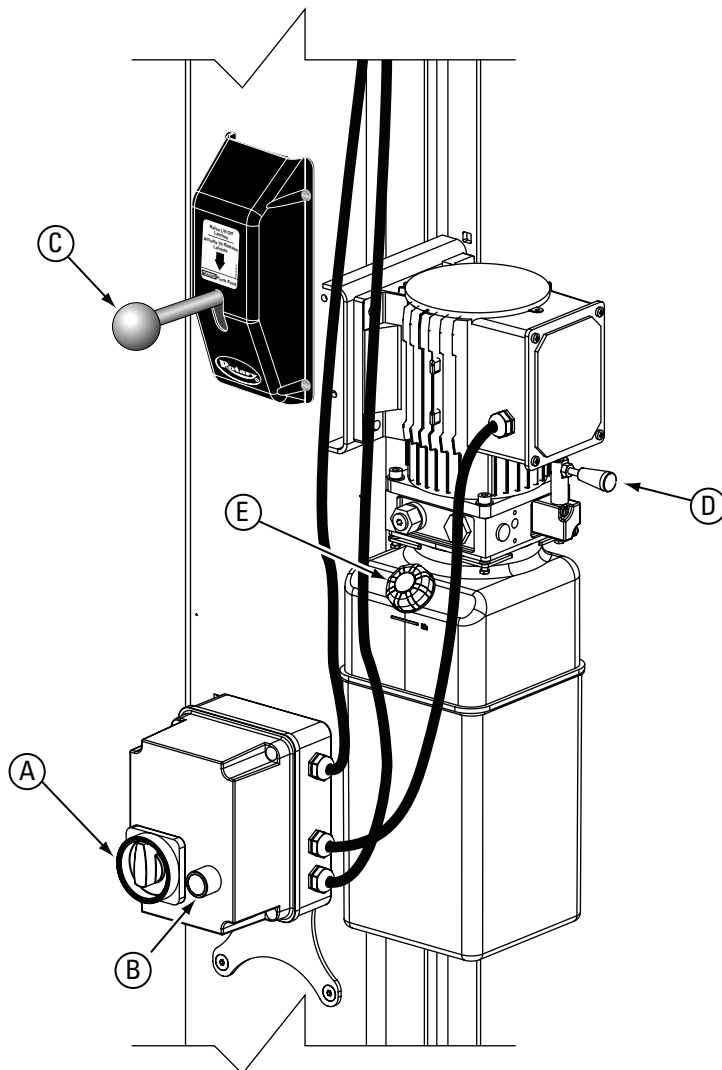
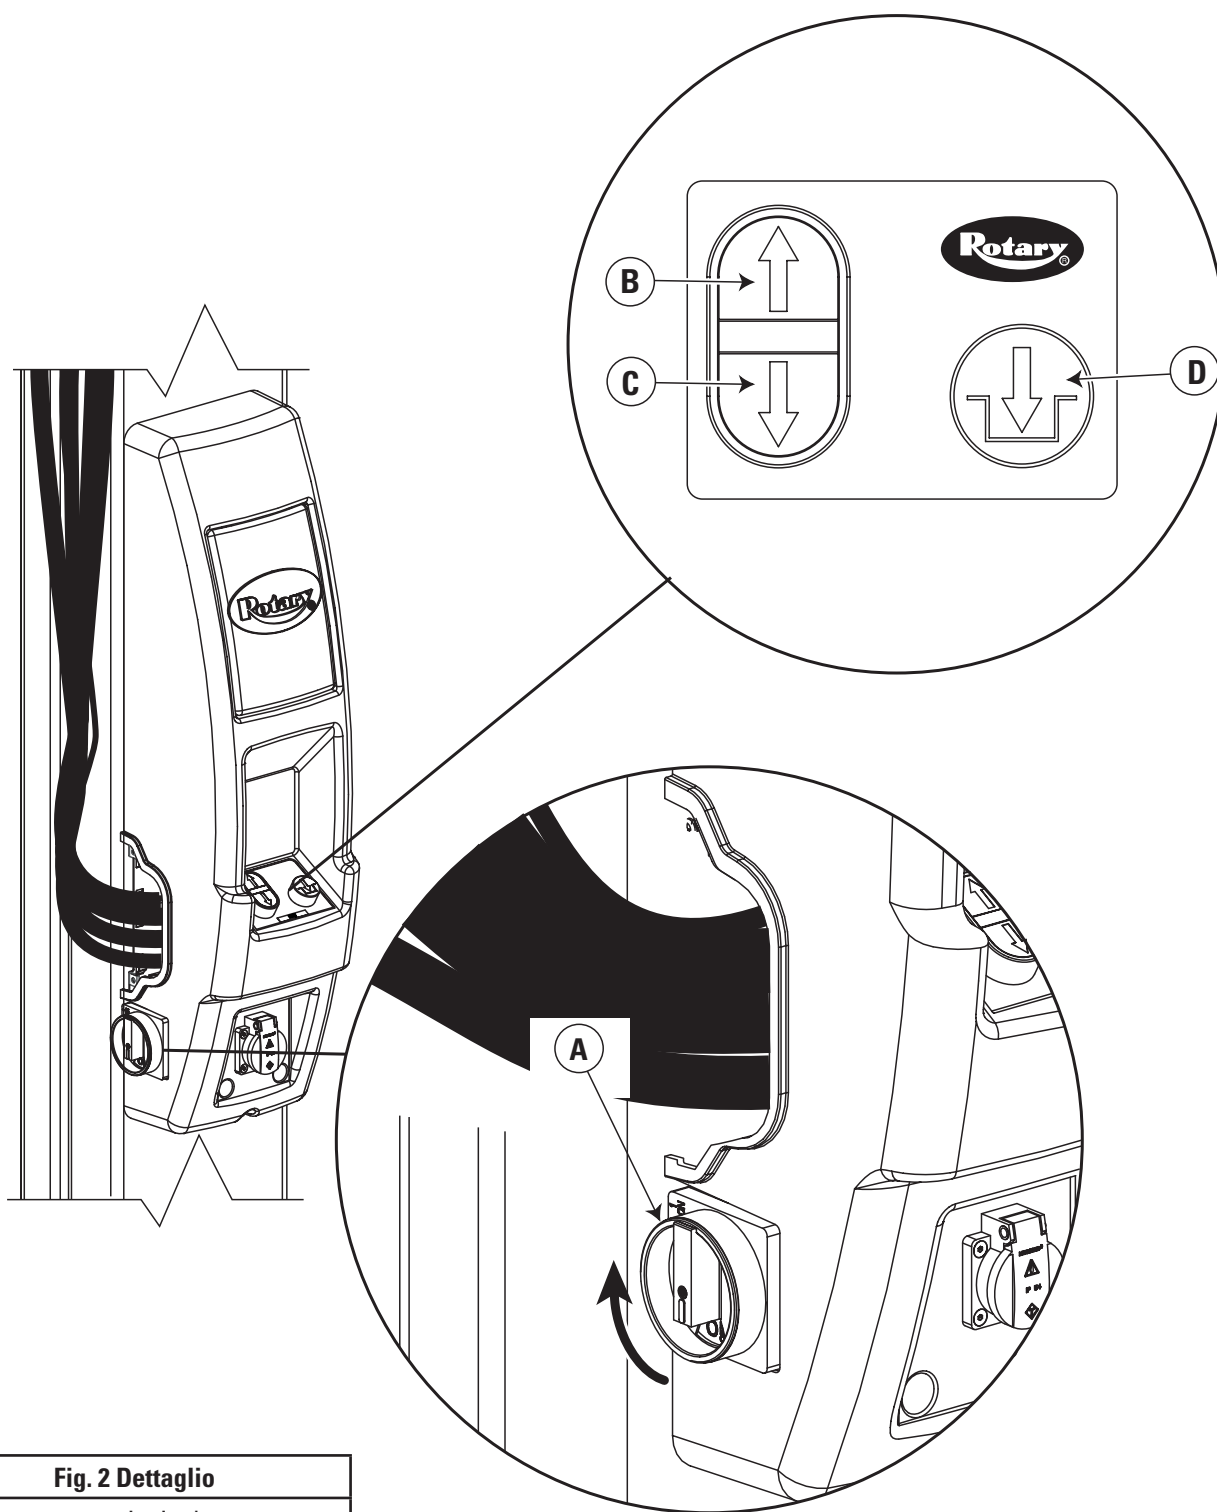

Fig. 1 Dettaglio
Fig. 2 Dettaglio
- Ruotare l'interruttore di arresto di emergenza in posizione „ON“, fig. 1. Nei ponti di sollevamento della serie E ruotare entrambi gli interruttori di arresto di emergenza in posizione „ON“, fig. 2.
- Per ponti di sollevamento della serie M: attivare l'interruttore SU sulla cassetta di comando per innalzare il ponte di sollevamento, vedere fig. 1.
- Per ponti di sollevamento della serie E:  premere sul pannello di comando, fig. 2.
- Per ponti di sollevamento della serie M: per abbassare il ponte di sollevamento dei ganci di arresto, fig. 1, attivare la VALVOLA DI ABBASSAMENTO.
- Per ponti di sollevamento della serie E: per abbassare  il ponte di sollevamento dei ganci di arresto, attivare il pannello di comando, fig. 2.
- Attivare la manopola della VALVOLA di abbassamento per abbassare il ponte, fig. 1.
- Per ponti di sollevamento della serie E, Fig.2: